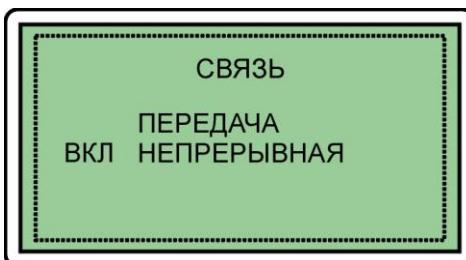

Рис. 6.11 *Меню связи с персональным компьютером*
6.13.5.6 Кнопками "↑", "↓" установить курсор на строку "СВЯЗЬ" и нажать кнопку "➡" ВВОД, при этом на дисплее дефектоскопа появится меню связи с персональным компьютером (рис. 6.11).
6.13.6.5 Кнопками " \uparrow ", " \downarrow " установить курсор на строку "НЕ-ПРЕРЫВНАЯ" (рис. 6.11).
6.13.6.10 Для отключения режима непрерывной передачи данных в меню связи с персональным компьютером (рис. 6.11) установить состояние непрерывной передачи "ВЫКЛ" – выключено.